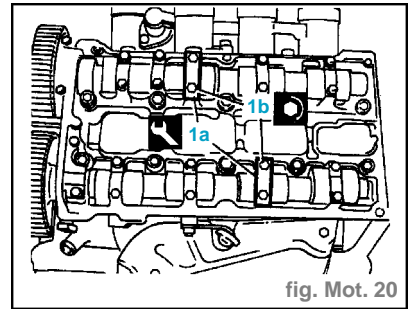

fig. Mot. 20
- Monter l'outil (1a) à la place des chapeaux des arbres de distribution enlevés et le fixer au moyen des vis correspondantes (1b) serrées à 1 daN.m (fig. Mot. 20).
- Monter les chapeaux des arbres à cames précédemment enlevés et les fixer au couple de 1,3 à 1,6 daN.m au moyen des vis correspondantes (fig. Mot. 20).